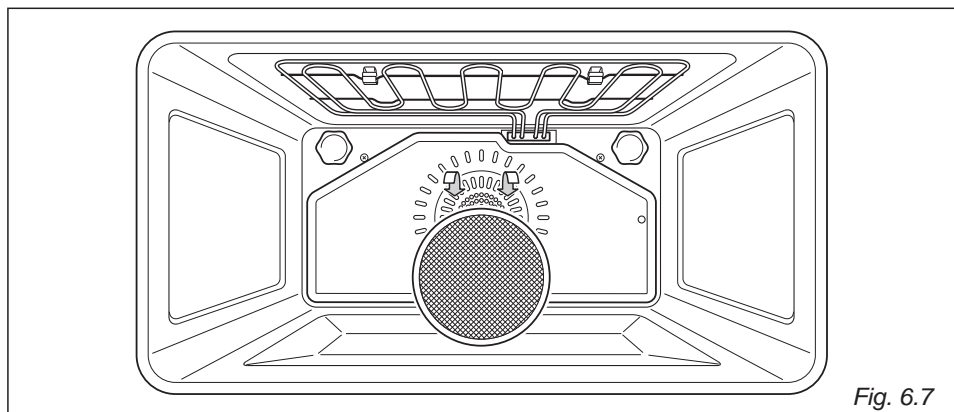

Fig. 6.7
- Uno speciale filtro è previsto nella parte posteriore del forno per catturare particelle di grasso che si sviluppano soprattutto quando si arrostitisce della carne (fig. 6.7).